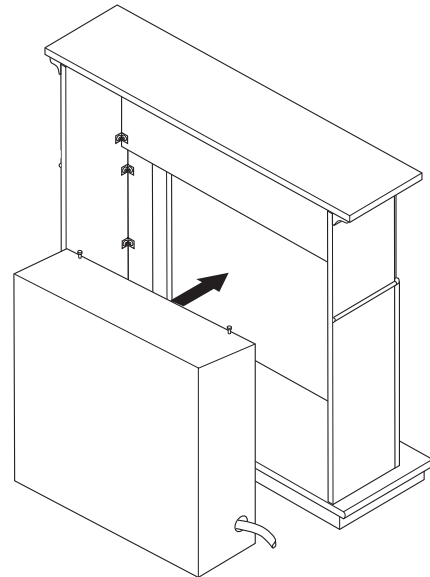

Figura 5 - Instalación de la chimenea
5. Coloque la chimenea dentro de la repisa (consulte la figura 5). Con cuidado coloque las líneas de gas. **IMPORTANTE:** tenga cuidado al colocar la chimenea sobre la base. La base se podría raspar fácilmente.